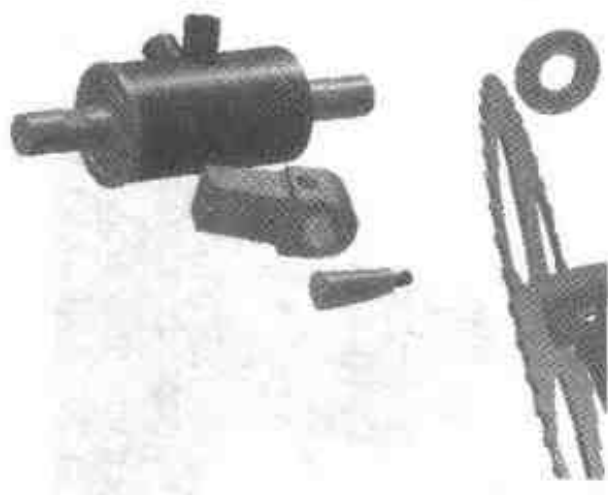

图 3.13 插入垫圈零件
- (1) 单击【插入零件/装配】按钮, 在所附光盘的 score\example\jixie\3\中轴装配文件夹中找到文件“垫圈.ics”, 读入文件后结果如图 3.13 所示。